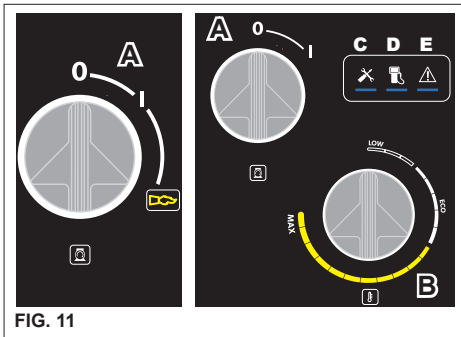

FIG. 11
**Om de terug te stellen, de hoofdschakelaar "A" fig. 11 in de stand "0" en vervolgens in de stand "I" draaien.**
**Blijf bij het gebruik van heet water uit de buurt van de rookgasopeningen (verbrandingsgevaar). Draai aan het einde van de "Warm Water Fase" de thermostaatknop "B" naar stand "0" (fig.11), laat de unit ongeveer 3 minuten afkoelen met het pistool open..**